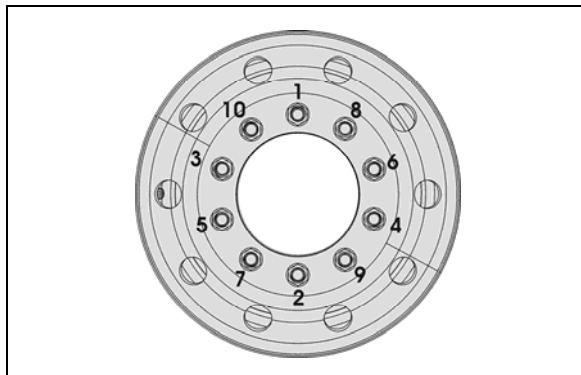

FIGURE 3: SÉQUENCE DE SERRAGE
2. Visser les écrous (se reporter à la FIGURE 3 pour la séquence) pour que la roue se place d'elle-même de manière concentrique avec le moyeu. Ceci est important, pour éviter que la roue puisse être excentrique avec le moyeu et soit voilée. Dans cette étape initiale, serrer légèrement les écrous pour corriger la position de la roue;
3. Serrer les goujons de roue progressivement comme illustré à la FIGURE 3. Le serrage final doit être effectué avec une clé dynamométrique.
Une fois les roues intérieures et extérieures installées, serrer les écrous de goujon progressivement, comme indiqué à la FIGURE 3.
Répéter l'opération pour chacun des 10 écrous conformément à la séquence de serrage de la FIGURE 3.
Utiliser une clé dynamométrique étalonnée pour serrer les écrous de roue. Ne pas utiliser d'outils électriques ou de longues barres pour le serrage. Serrer les écrous de roue alternativement comme illustré à la FIGURE 3.